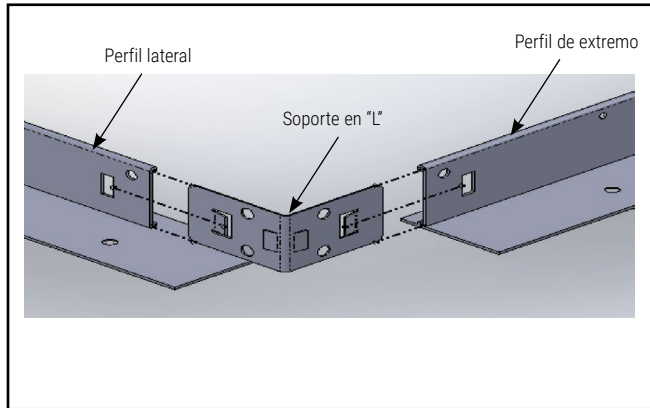

Figura 1.
1. Ensamble el marco mediante el uso de los soportes en "L" para unir los perfiles de extremo con los perfiles laterales. (Figura 1)